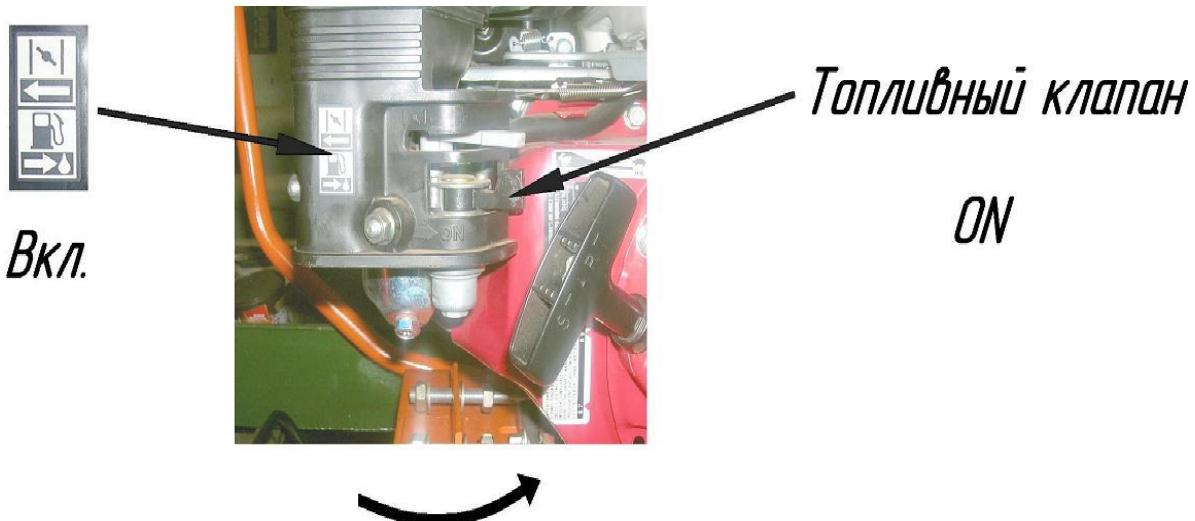

Рисунок 5. Включение топливного клапана
- Установите топливный клапан в позицию «Включено» (ON) (рисунок 5);